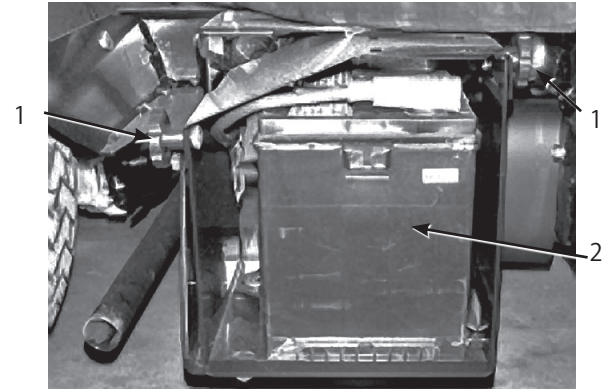

図60
2. バッテリー・ボックスのノブ (図60) をゆるめ、カバーを外す。
3. バッテリー押さえを元通りに取り付ける (図60)。
4. バッテリーカバーを元どおりに取り付けノブ (図60) で固定する。
1. バッテリー・ボックスのノブ (図60) をゆるめ、カバーを外す。